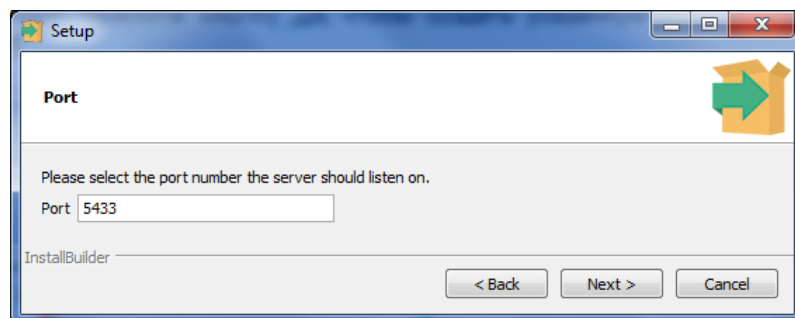

Рис. 5.8. Номер порта базы данных
7. При необходимости измените номер порта и нажмите кнопку Next (Рис. 5.8).